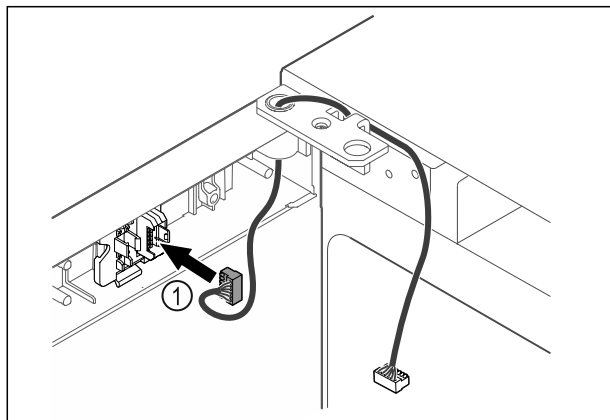

Fig. 42
- Dugja be a dugót Fig. 42 (1) a dugófoglatba.